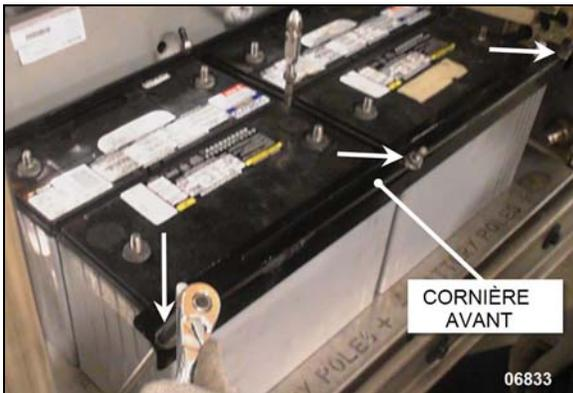

FIGURE 34: RETIRER LA CORNIÈRE AVANT
- Dévisser les trois écrous (pointe d'une flèche) et retirer la cornière avant (FIGURE 34).